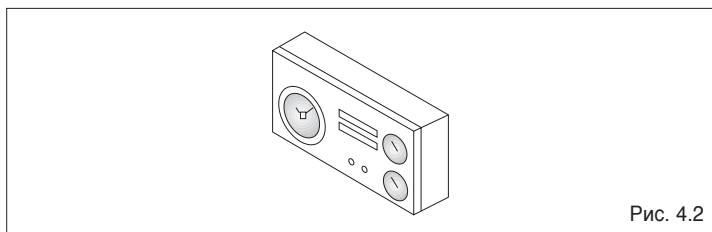

Рис. 4.2
- если к котлу подключен регулятор комнатной температуры, то убедитесь, что он включен и настроен на нужную температуру (~ 20°C) (Рис. 4.2);